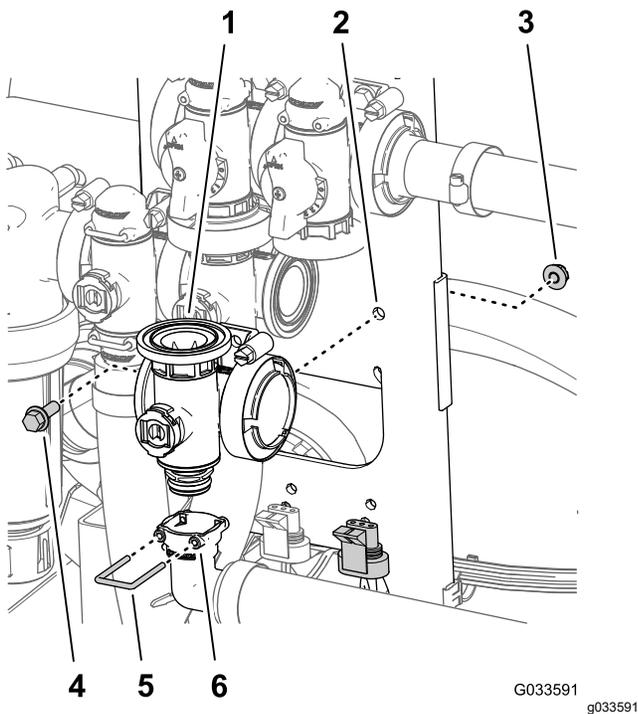

Figure 130
- Alignez la douille du raccord de sortie à 90° et le coupleur au bas du collecteur de la vanne générale des rampes (Figure 130).
- Fixez le raccord de sortie au coupleur en insérant un étrier de fixation dans la douille du raccord de sortie (Figure 130).